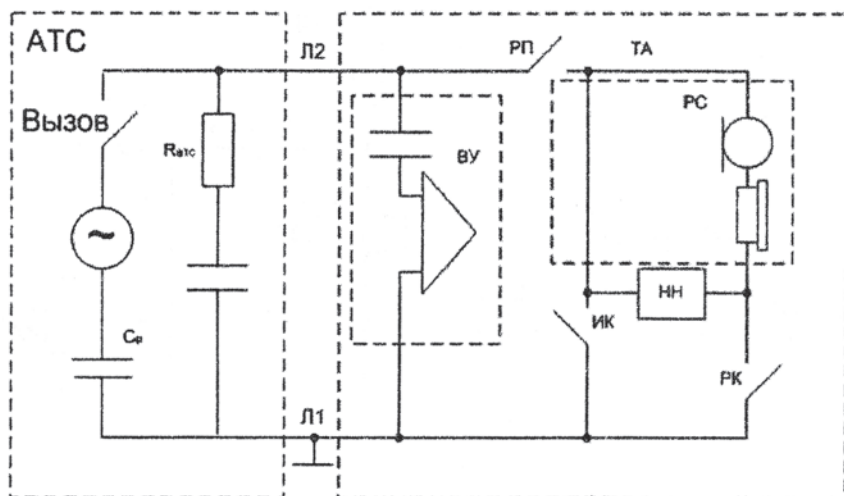

Рис. 9
2. Собрать типовую схему электронного аппарата (рис. 9), который может быть подключен к АТС.